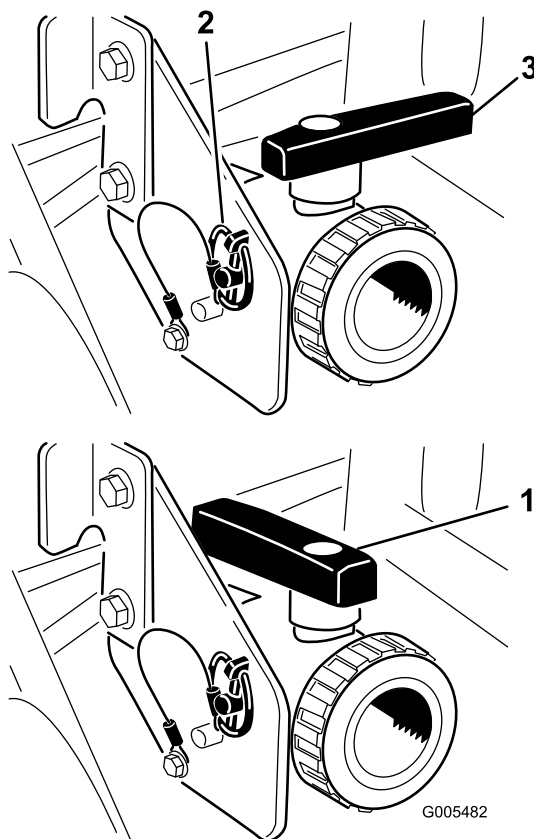

図 26
タンク・ドレン・ハンドルを操作して残っている薬液を全部排出し、地域の法律や規則、メーカーの指示に従って適切に処分する(図 26)。排出が済んだら、ブラケットについているリンチ・ピンを外してドレン・バルブを取り外して地面に置く。これにより、配管内部に残っている薬剤も完全に排出される。
3. 排出が完全に終了したら、ドレン・バルブをフレームに取り付けてリンチ・ピンで元通りに固定し、バルブを閉じる（図 26）。